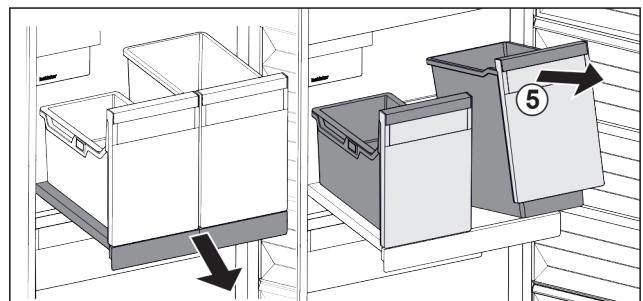

Fig. 89
- Nadvihnite nádobu Fig. 89 (5) vpred.